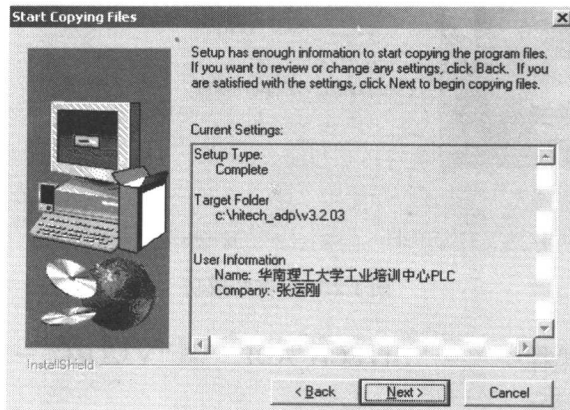

图 1.2.12 确认路径和名称等
② 选择完路径、公司名称及用户名称后，确认没有错就单击“Next”继续安装，如果发现错了，需要更改，请点击“Back”返回，如图 1.2.12 所示。